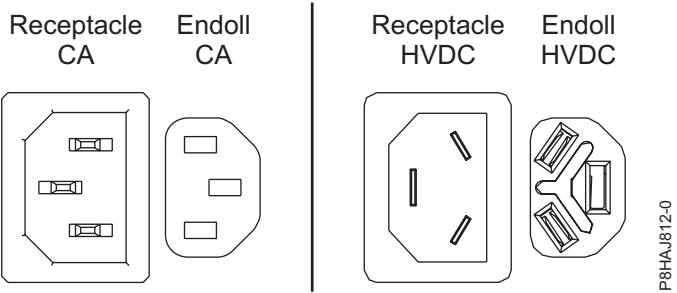
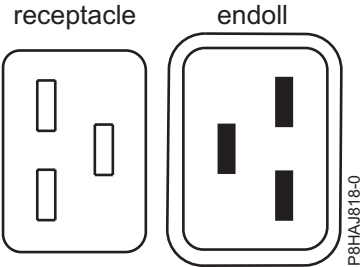
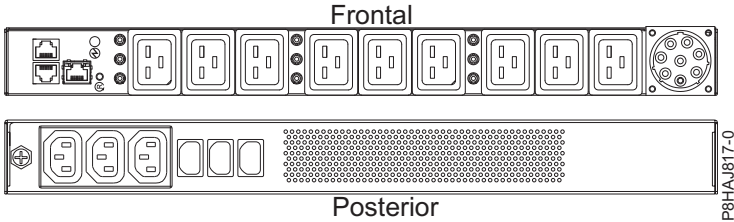

Figura 99. Connectors de CA i d'HVDC
Figura 100. Connectors per al sistema 8408-44E
Figura 101. PDU per al sistema 8408-44E
A la Figura 99 a la pàgina 123 es mostren els connectors admesos de corrent alternativa (CA) i de corrent directa d'alt voltatge (HVDC). A la Figura 100 a la pàgina 123 i a la Figura 101 a la pàgina 123